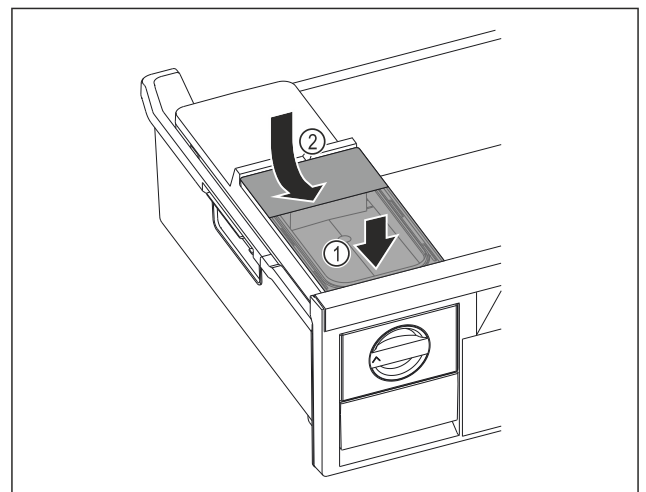

Fig. 104
- ▶ Collegare il serbatoio dell'acqua alla parte anteriore. *Fig. 104 (1)*
- ▶ Abbassare il serbatoio dell'acqua posteriore. *Fig. 104 (2)*